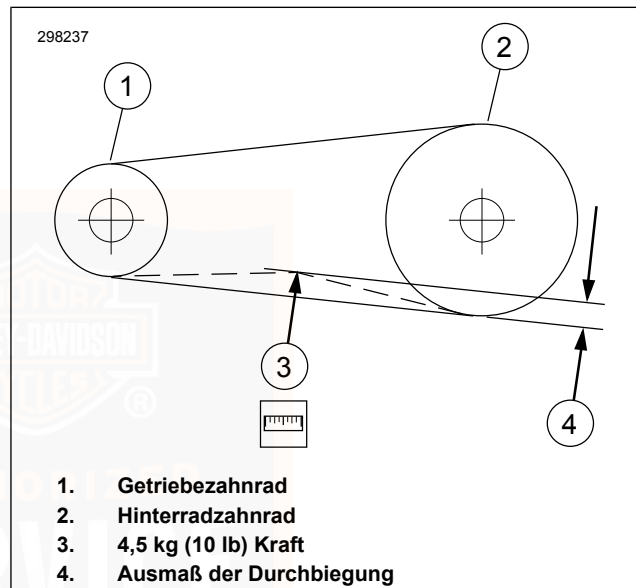

Abbildung 67. Riemendurchbiegung überprüfen
- b. **Alle anderen Modelle:** Siehe Abbildung 67. Bei stillgehaltenem Messgerät Riemendurchbiegung (4) messen.